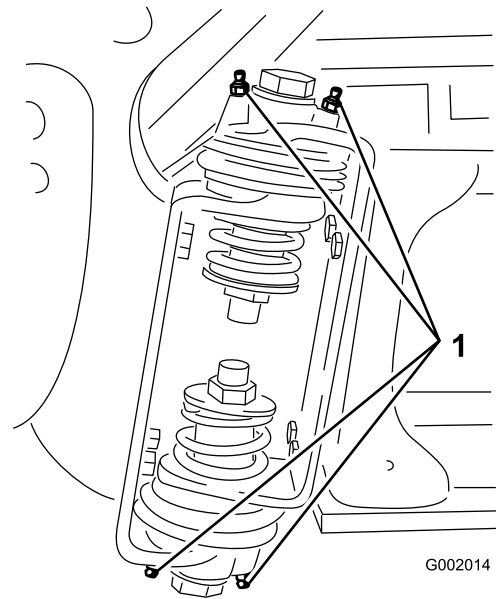

Figure 64
- Injectez la graisse dans le roulement ou la bague au niveau de chaque graisseur (Figure 64).